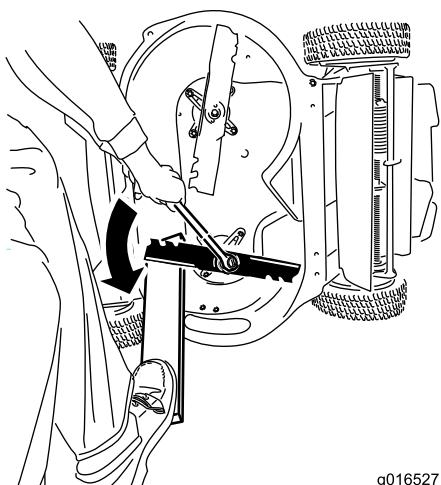

Figura 44
- Utilice un bloque de madera para inmovilizar cada cuchilla y gire el perno de la cuchilla en el sentido contrario a las agujas del reloj, según se muestra en Figura 44.